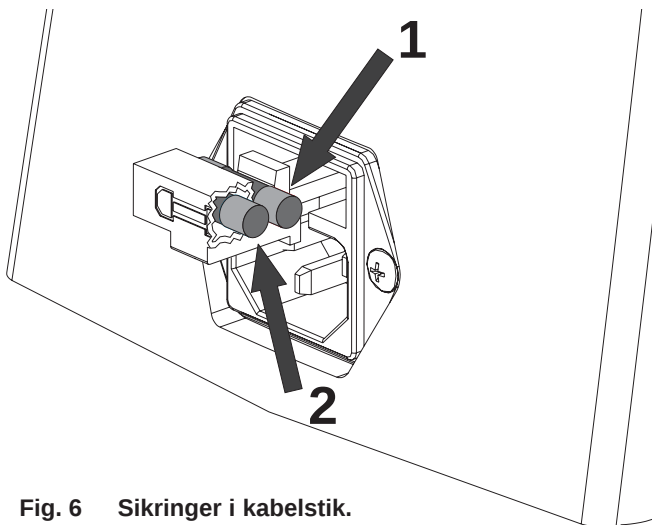

Fig. 6 Sikringer i kabelstik.
- Sikringen i kabelstikket (fig.6, 1) ikke er brændt af. Hvis sikringen er defekt, kan den skiftes ud med den ekstra sikring (fig.6, 2), som også findes i kabelstikket.